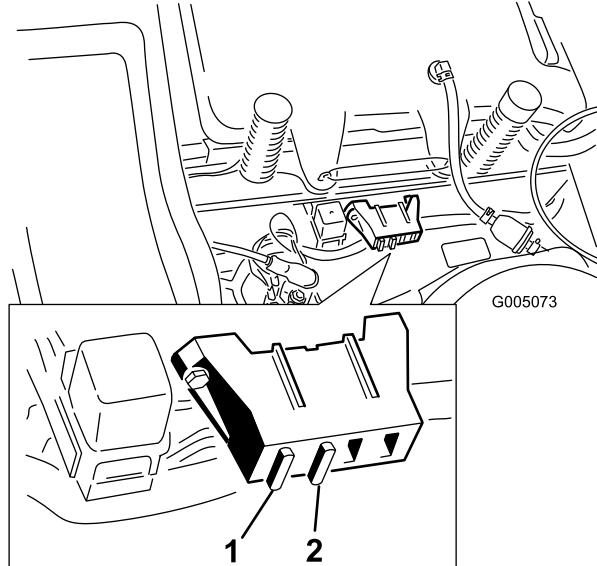

Figura 36
- Alzate il sedile per accedere al portafusibili (Figura 36).
- Per sostituire un fusibile, tiratelo (Figura 36) ed estraetelo dall'attacco.